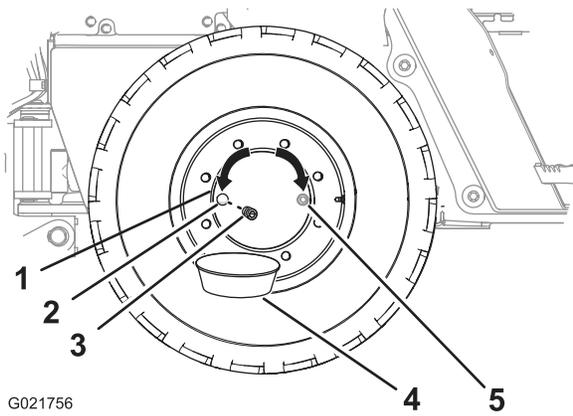

Figure 84
2. Faites avancer ou reculer la machine jusqu'à ce que le bouchon du moyeu de roue soit à la position 3 heures ou 9 heures (Figure 84).
4. Placez un bac de vidange sous l'orifice de vidange du moyeu de roue (Figure 84).
5. Retirez le bouchon du moyeu de roue (Figure 84).
6. Vérifiez que le niveau d'huile atteint le bas des filets de l'orifice d'huile (Figure 84).